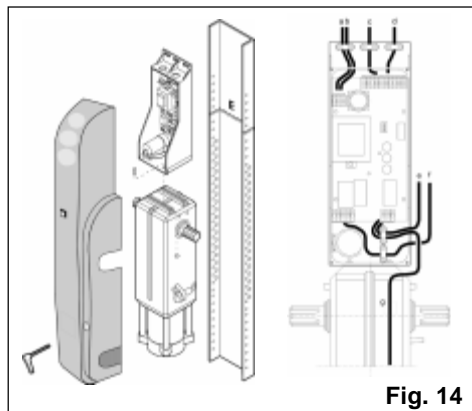

Fig. 14
- Con l'albero di rotazione in alto (fig. 14)